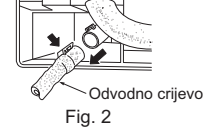

Fig. 2
- Izvučite odvodno crijevo na stražnjoj lijevoj strani unutarnje jedinice. (Fig. 2)